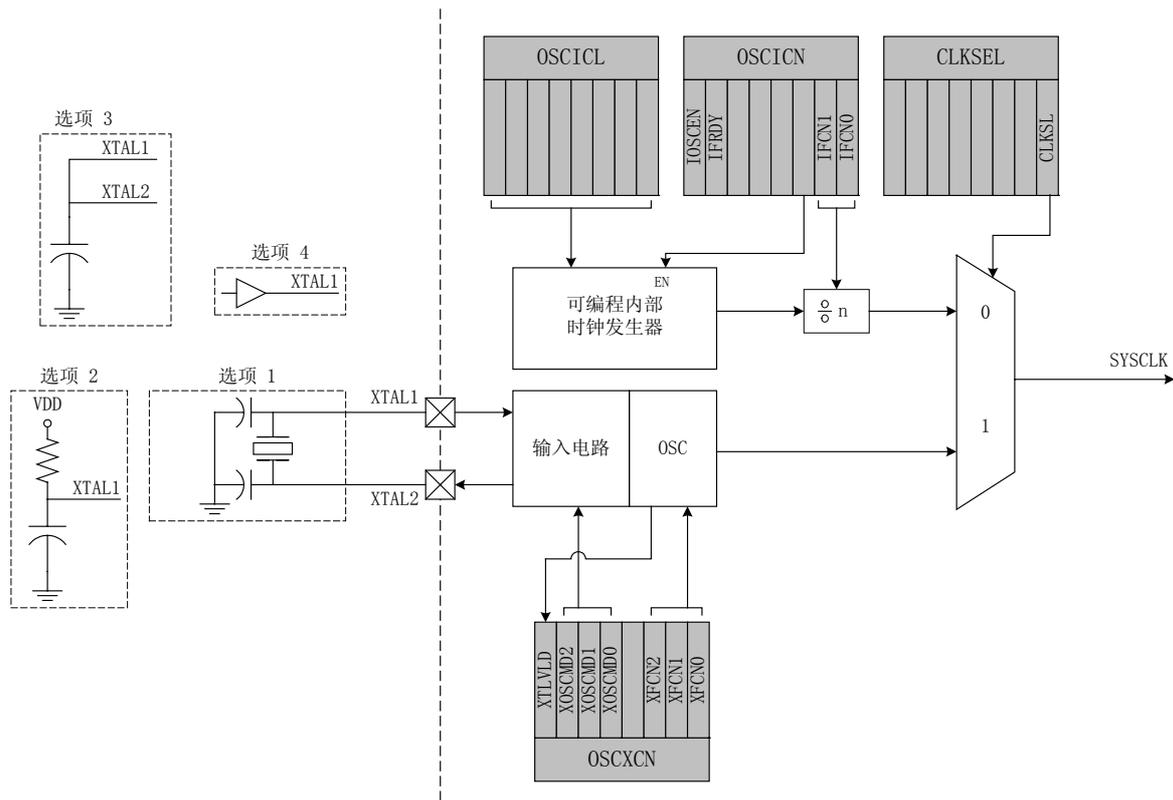

图 15.1 振荡器框图
C8051F06x 系列器件包含一个可编程内部振荡器和一个外部振荡器驱动电路。可以使用 OSCICL 和 OSCICN 寄存器（如图 15.1 所示）来使能/禁止和校准内部振荡器。系统时钟可以由外部振荡器电路或内部振荡器分频提供。表 15.1 给出了精确内部振荡器的电气特性。
外部振荡器电路可以驱动外部晶体、陶瓷谐振器、电容或 RC 网络。也可以使用一个外部 CMOS 时钟提供系统时钟。对于晶体和陶瓷谐振器配置，晶体/陶瓷谐振器必须并接到 XTAL1 和 XTAL2 引脚（见图 15.1，选项 1）。对于 RC、电容或 CMOS 时钟配置，时钟源应接到 XTAL2 和/或 XTAL1 引脚（见图 15.1，选项 2、3、4）。必须在 OSCXCN 寄存器中选择外部振荡器类型，还必须正确选择频率控制位 XFCN（见图 15.5）。
**晶体方式** (电路见图 15.1, 选项 1; XOSCND=11x)
**RC 方式** (电路见图 15.1, 选项 2; XOSCND=10x)
**C 方式** (电路见图 15.1, 选项 3; XOSCND=10x)
如果使用晶体或陶瓷谐振器作为 MCU 的外部振荡器源，则电路应为图 15.1 中的选项 1。应从图 15.5（OSCXCN 寄存器）表中的晶体列选择外部振荡器频率控制值（XFCN）。例如，一个 11.0592MHz 的晶体要求的 XFCN 值为 111b。